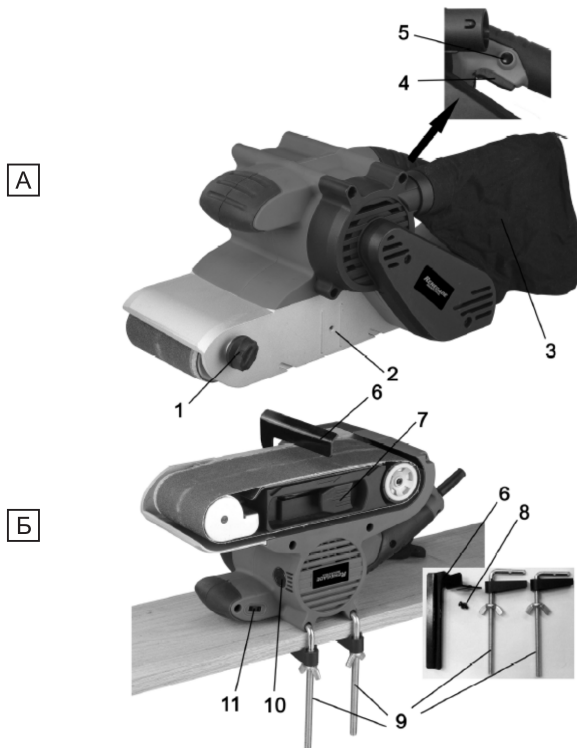

Рис. 1
- вращая регулировочный винт (поз. 1, рис.1) по часовой или против часовой стрелки, обеспечить параллельность шлифовальной ленты к плоской стороне инструмента. Если шлифовальная лента по-прежнему сбегаёт с инструмента, нужно заменить её новой лентой.
Для регулировки оборотов необходимо вращать регулятор оборотов (поз. 11, рис. 1).
Установка шлифмашины в стационарное рабочее положение (рис. 1, В)
Для установки шлифмашины в стационарное положение используются трубицины (поз. 9, рис. 1) и упор для шлифовки (поз. 6, рис. 1).
3. Закрепите с помощью двух трубицин шлифмашину к верстаку (столу) как показано на рис. 1,В.
4. Установите на шлифмашину упор для шлифовки, прикрутив его монтажным винтом (поз. 8, рис. 1, В) к монтажному отверстию (поз. 2, рис. 1, А).
Для включения шлифмашины в стационарном положении сначала зафиксируйте пусковой курок кнопкой фиксации курка (рис. 1), затем подключите шлифмашину к электросети.
Включение и выключение инструмента производится путем нажатия пускового курка (поз. 4, рис.1). Инструмент следует включить до момента соприкосновения с обрабатываемой поверхностью. Перед тем как выключить инструмент, его следует поднять над обрабатываемым изделием.
- нажмите на курок (поз. 4, рис. 1).
- не отпуская курок, нажмите на кнопку фиксации курка (поз. 5, рис. 1).